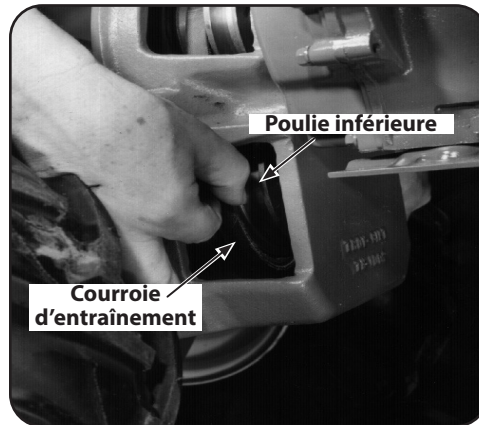

Figure 5-25
3. Avec votre main droite, déplacez la courroie vers le bas et éloignez-la de la poulie inférieure vers le moteur. Voir Figure 5-25.